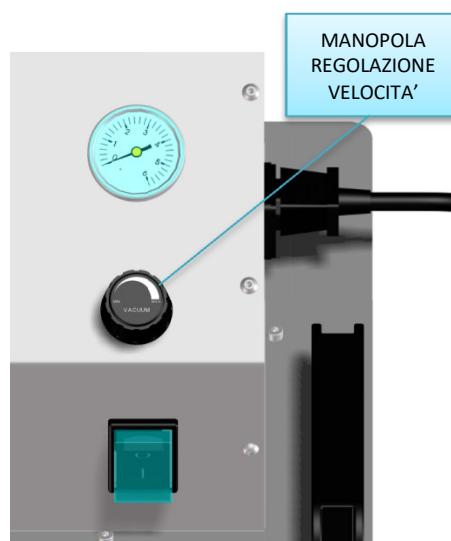

Fig.8
11. E' possibile regolare la velocità di riempimento delle bottiglie agendo sulla apposita manopola (fig. 8). Quando l'ENOLMASTER viene utilizzata con fluidi densi (olio, salsa di pomodoro, ecc.) ruotare la manopola verso il massimo. Diversamente, nel caso di vini particolarmente frizzanti, birra, ecc., per